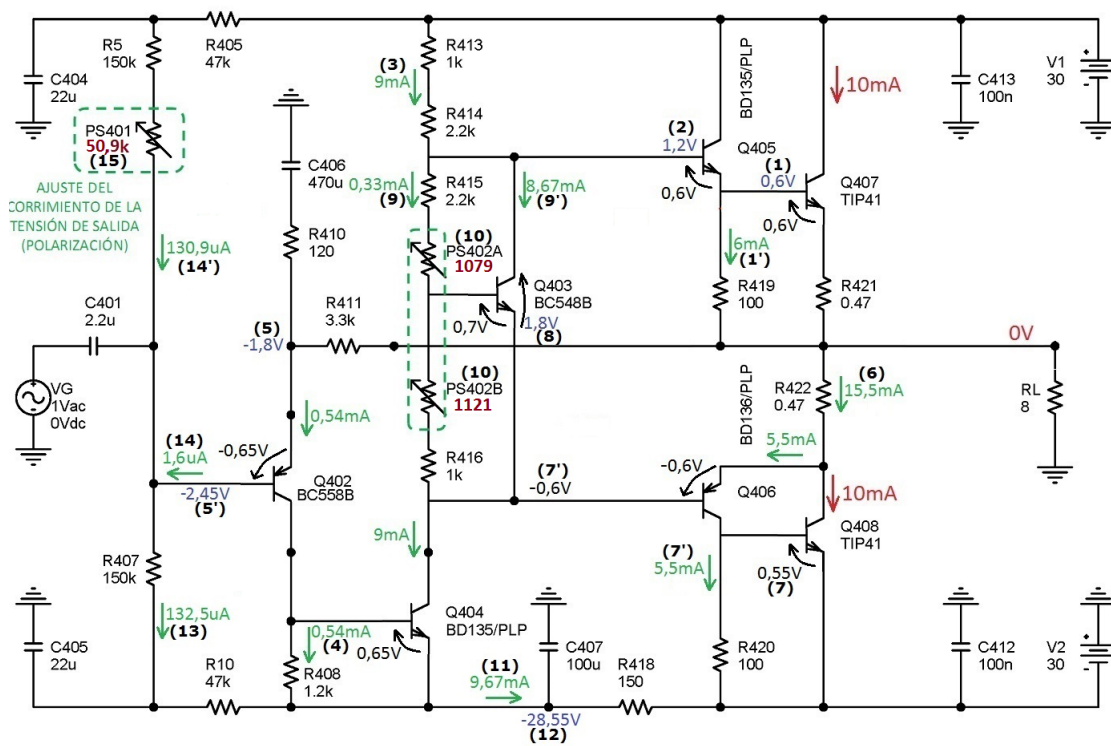
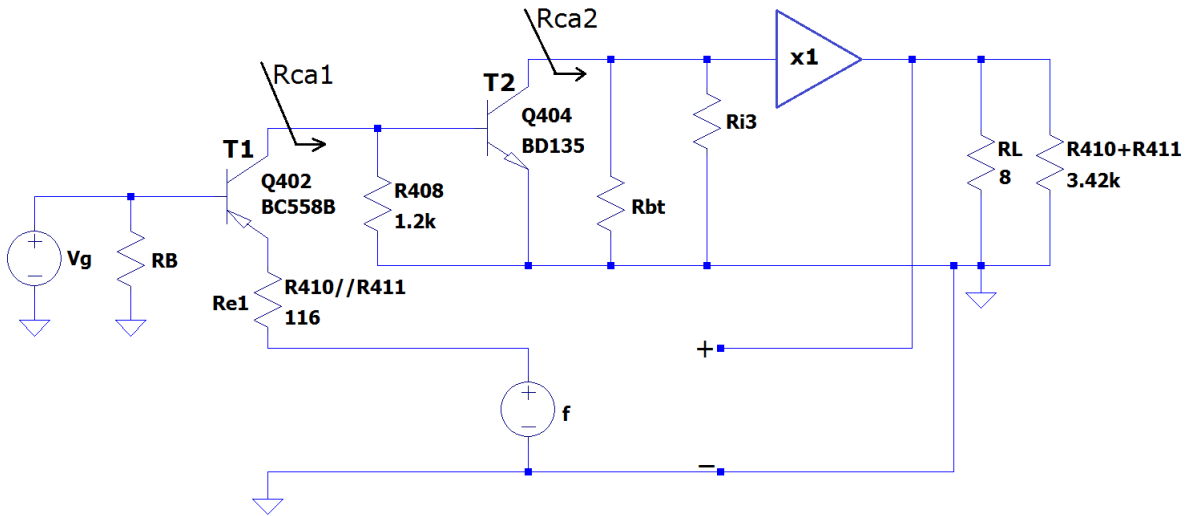

Figura 2: Valores de polarización calculados
Figura 4: Realimentación Serie-Paralelo ideal
- (2)  $V_{BQ405}=1,2V$  , a  $V_{BQ407}$  se suma  $V_{BEQ405}=0,6V$  , este último estimado de la Figura 4 “Base-Emitter On Voltage”, de la hoja de datos del transistor BD135-On, tomando la corriente obtenida en (1').
- (3)  $I_{CQ404} = \frac{30V - 1,2V}{R413 + R414} = 9mA$
- (4)  $I_{CQ402} = \frac{V_{BEQ404}}{R408} = 0,54mA$  , donde  $V_{BEQ404}$  se estima de la Figura 4 “Base-Emitter On Voltage”, de la hoja de datos del transistor BD135-On, tomando la corriente obtenida en (3).
- (5)  $V_{EQ402} = V_{OQ} - I_{CQ402} \cdot R411 = -1,8V$
- (5')  $V_{BQ402} = V_{EQ402} + V_{BEQ402} = -1,8V - 0,65V = -2,45V$  , donde  $V_{BEQ402}$  se estima de la Figura 2 “Saturation and On Voltages”, de la hoja de datos del transistor BC558B-Motorola, usando la corriente obtenida en (4).
- (6)  $I_{R422} = I_{CQ407} + I_{R419} - I_{R411} = 10mA + 6mA - 0,5mA = 15,5mA$ .
- (7')  $I_{CQ406} = 15,5mA - 10mA = 5,5mA$  ,  $V_{BQ406} = -0,6V$  , estimado de la Figura 4 “Base-Emitter On Voltage” de la hoja de datos del transistor BD136-On, usando  $I_{CQ406}$ , recién obtenida.
- (8)  $V_{CEQ403} = V_{CQ403} - V_{EQ403} = 1,2V - (-0,6V) = 1,8V$ .
- (9)  $I_{R415} = \frac{V_{CEQ403}}{R415 + PS402 + R416} = \frac{1,8V}{5,4K\Omega} = 0,33mA$ .
- (10) Primeramente obtenemos  $V_{BEQ403} = 0,7V$  de la Figura 2 “Saturation and On Voltages”, de la hoja de datos del transistor BC548B-Motorola.